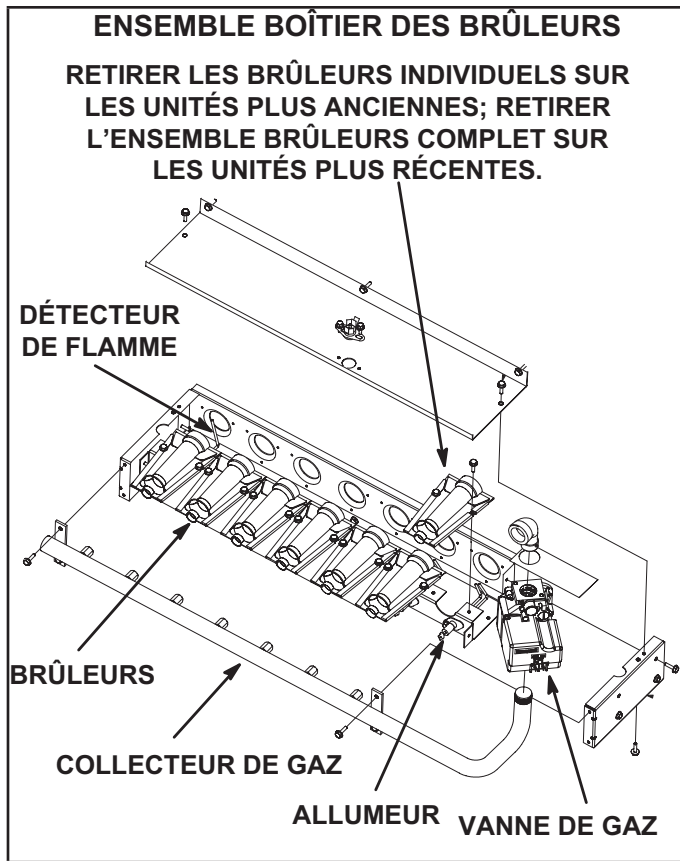

FIGURE 40
- 4 - Retirez les vis maintenant les brûleurs sur le support de brûleurs et soulevez chaque brûleur séparément ou l'ensemble brûleurs complet des orifices. Reportez-vous à la FIGURE 40. Nettoyez-les au besoin.
- 6 - Remettez les brûleurs et les vis de fixation des brûleurs. Reportez-vous à la FIGURE 40.